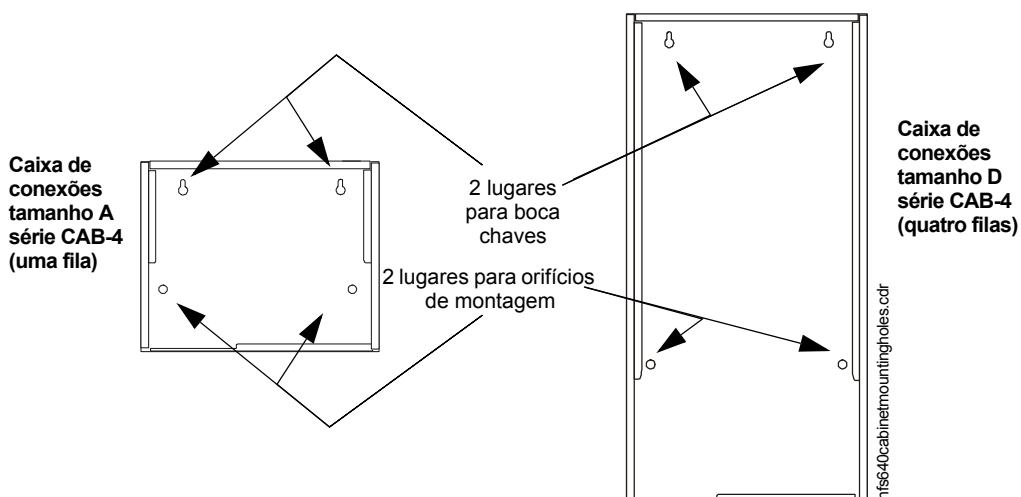

Figura 3.1 Orifícios de montagem de uma caixa de conexões
- Para uma montagem segura, utilize os quatro orifícios na superfície posterior da caixa de conexões. (Veja a figura 3.1.)